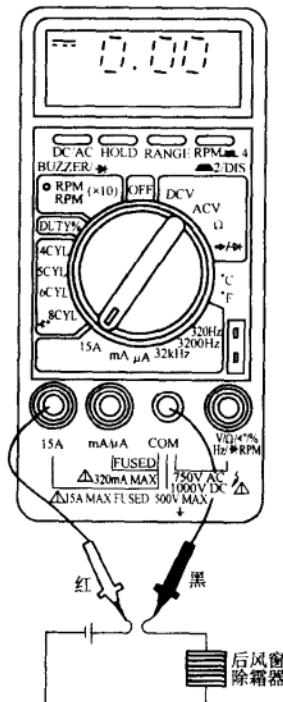

图 1-8 测试直流电流
(3) 测试直流电流 将万用表串联于被测电路中，其红色（+）表笔接电流输入端，黑色（-）表笔接电流输出端，注意不能反接。将转换开关转到“电流”档，并选择测试量程。为避免万用表超负荷，可选稍大点的量程，但也不能使量程过大，一般应使测试值达到全量程的 $1/2 \sim 3/4$ ，以减少测试误差，如图 1-8 所示。